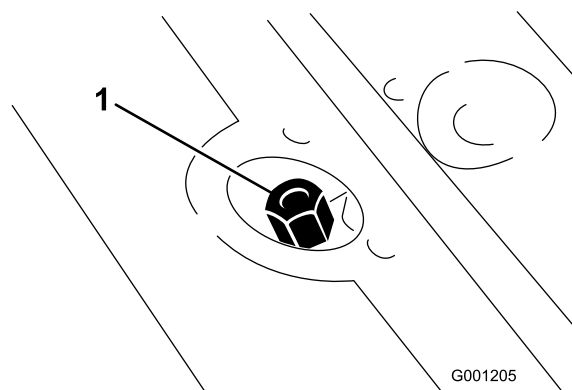

Bild 25
2. Nehmen Sie den Peilstab vom Einfüllstutzen (Bild 25) und wischen Sie den Stab mit einem sauberen Lappen ab. Schrauben Sie den Peilstab auf dem Einfüllstutzen mit der Hand fest. Nehmen Sie ihn dann heraus und prüfen Sie den Ölstand. Wenn der Ölstand nicht 13 mm von der Kerbe am Peilstab ist, füllen Sie eine ausreichende Menge von Qualitätshydrauliköl ein, um den Stand auf die